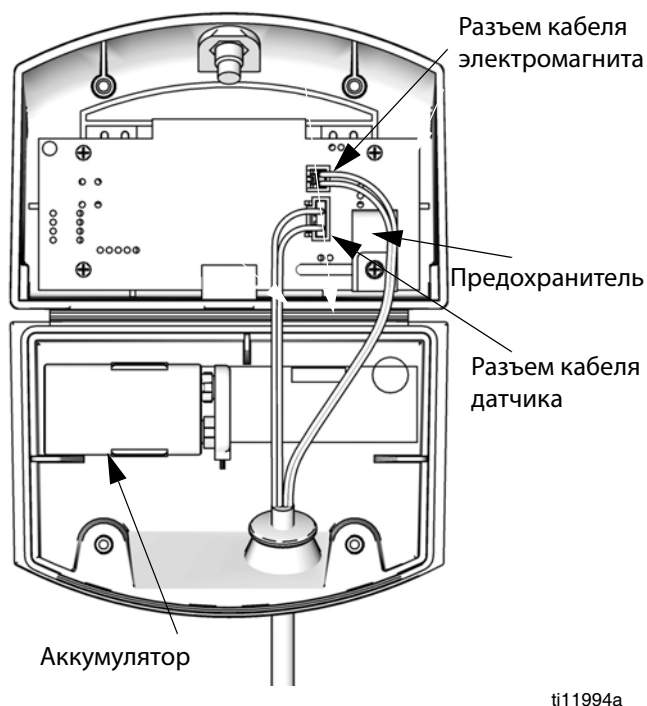

Рис. 34. Расположение батареи и предохранителя в модуле DataTrak
5. Отсоедините отработанный аккумулятор и замените его новым утвержденным аккумулятором. См. Рис. 34.